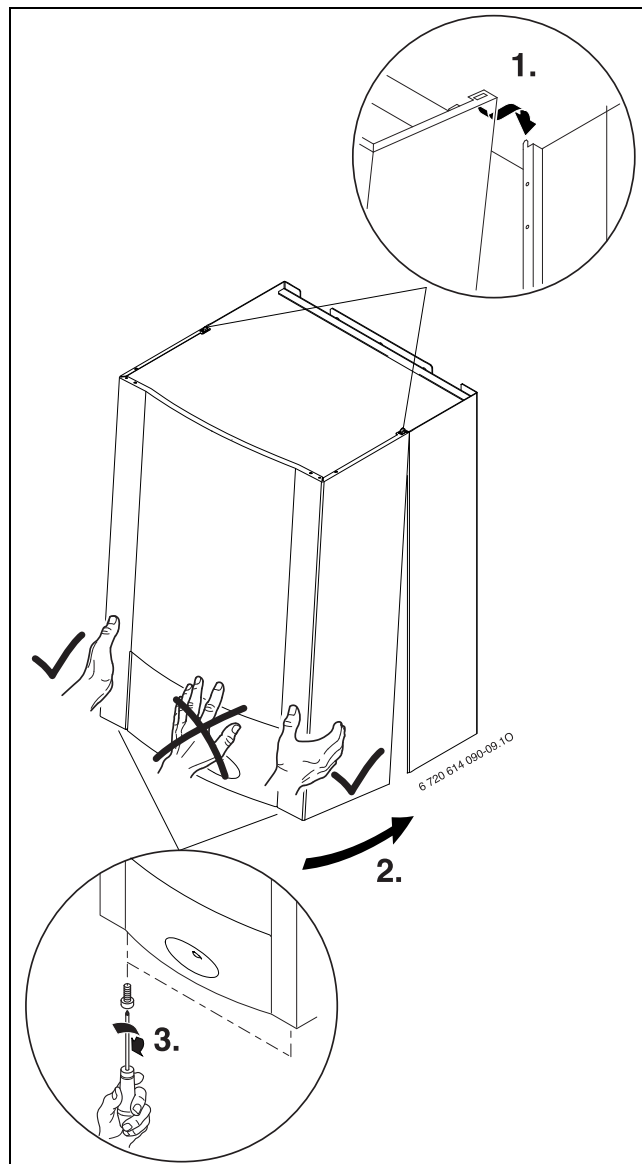

Bild 17
- ▶ Verkleidung oben einhängen, unten einrasten und mit beiliegender Schraube gegen unbefugtes Öffnen sichern (→ Schritte in Bild 17).